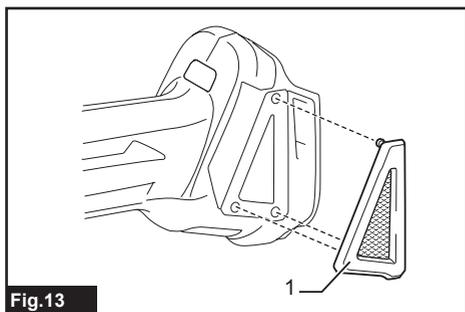

Fig.13
► Fig.13: 1. Tampa do saco de pó